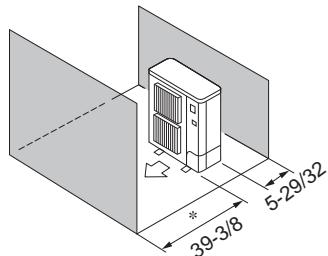
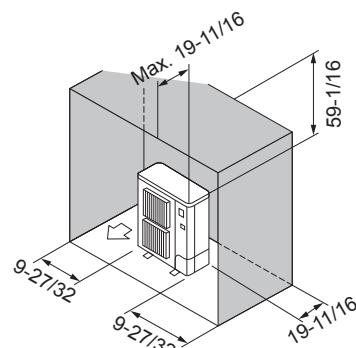

Fig. 2-6
Fig. 2-7
- ⑤ Obstacles uniquement à l'avant et à l'arrière (Fig. 2-6)
- ⑥ Lors de l'utilisation d'un guidage de sortie d'air en option, le jeu est de 500 mm [19-11/16 inch] minimum.
- ⑦ Obstacles uniquement à l'arrière, sur les côtés et au-dessus (Fig. 2-7)